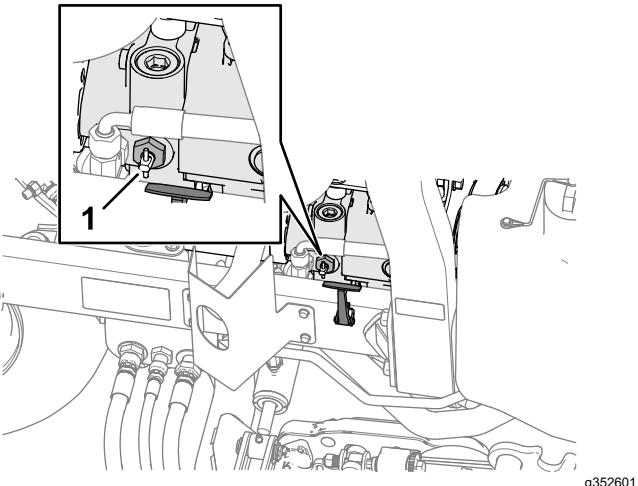

Рисунок 51
2. Поверните на 90° ручку перепускного клапана на насосе (Рисунок 51), расположенного рядом с правой защелкой капота.